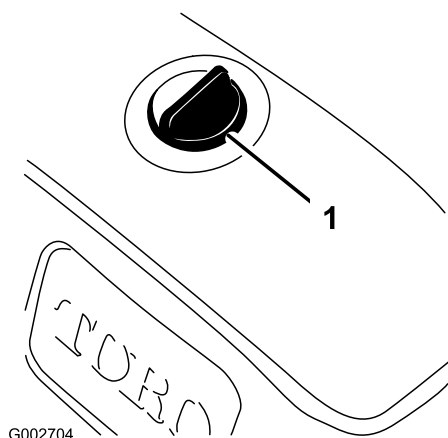

Figura 15
3. Limpe a área em torno da tampa do depósito de óleo hidráulico para evitar que entrem detritos no depósito (Figura 15).